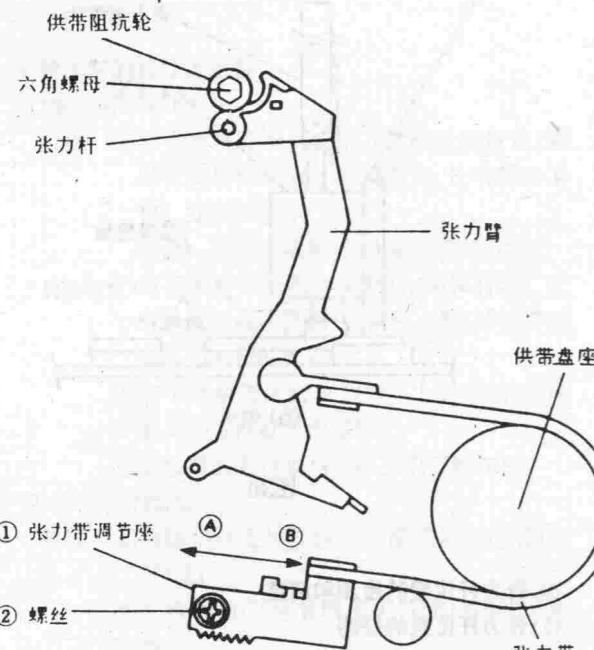

图31
- 步骤: ①拆去磁带盒室机构;
②用一E180磁带放置在主机芯底板上;
③置录像机于录像状态;
④从磁带盒匣中拉出磁带, 与此同时, 张力杆向左移动, 将由导辊拉出的磁带装挂于磁头等工作位置, 因此应于其动作时(拉磁带完全装挂就位时)检查张力杆的位置是否正确, 如图31所示;
⑤在磁带(E180)运行始端时, 通过目测检查张力杆中心位置是否与供带阻抗轮中心对齐;
⑥检查录像磁带终端是否缠带于供带阻抗轮法兰或绕过其上;
⑦置录像机于无带盒装填的视频倒带状态, 检查供带盘座是否与张力带分离。
- (2) 张力杆位置的调整(录像状态)
- (A) 张力杆位于供带阻抗轮中心的右侧场合
- 步骤: ①松放紧固螺丝, 用张力带及张力板调整工
具沿图31中箭头⑧所指方向移动张力带调节座,使以张力杆位置移至其规定位置(中心对齐);
②然后,旋紧紧固螺丝。
步骤:①松放紧固螺丝,用张力带及张力板调整工具沿图31中箭头⑨所指方向移动张力带调节座,使以张力杆位置移至规定位置(中心对齐);